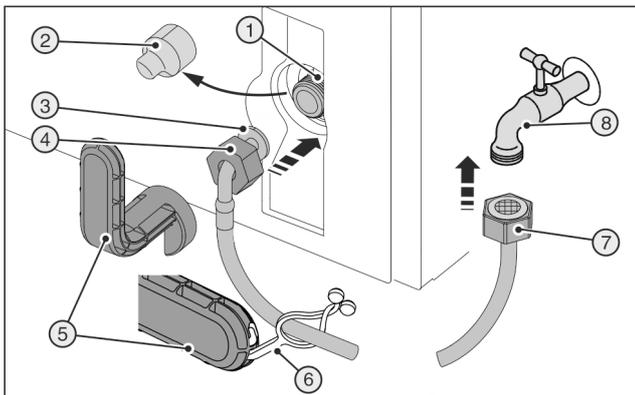
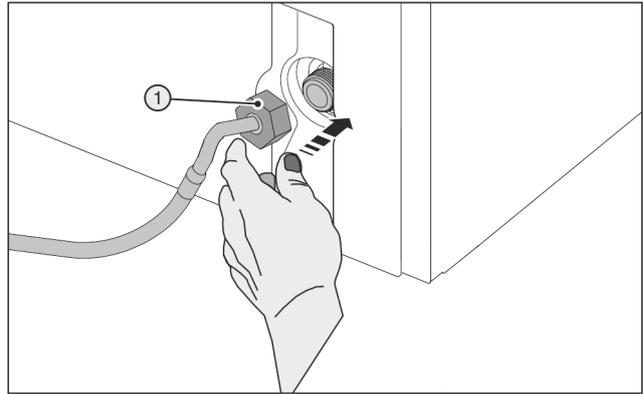

Fig. 45
Fig. 46
Сломанный вспомогательный инструмент Fig. 45 (5)! Резанные раны.
- ▶ Вспомогательный инструмент Fig. 45 (5) использовать только при комнатной температуре.
- ▶ Снять крышку Fig. 45 (2).
- ▶ Облегченный монтаж: Выложить прямой конец шланга Fig. 45 (7) влево на землю.
- ▶ До конца сдвинуть гайку Fig. 45 (4) через конец шланга в виде угла Fig. 45 (3) и удерживать.
- ▶ Осторожно одеть гайку Fig. 46 (1) и накрутить на резьбу двумя пальцами до обеспечения надежной посадки.
- ▶ Затяните гайку Fig. 46 (1) с помощью вспомогательного инструмента Fig. 45 (5) по часовой стрелке, пока не будет достигнут максимальный момент затяжки и вспомогательный инструмент Fig. 45 (5) начнет прокручиваться.
- ▶ Навинтить гайку Fig. 45 (7) на запорный кран Fig. 45 (8).
- ▶ Затяните гайку Fig. 45 (7) с помощью вспомогательного инструмента Fig. 45 (5) по часовой стрелке, пока не будет достигнут максимальный момент затяжки и вспомогательный инструмент Fig. 45 (5) начнет прокручиваться.
- ▶ Откройте запорный кран Fig. 45 (8) системы подвода воды и проверьте герметичность всей водяной системы.
- ▶ Зацепить накладку Fig. 45 (6) в вспомогательном инструменте Fig. 45 (5) и для хранения закрепить на шланге из высококачественной стали.